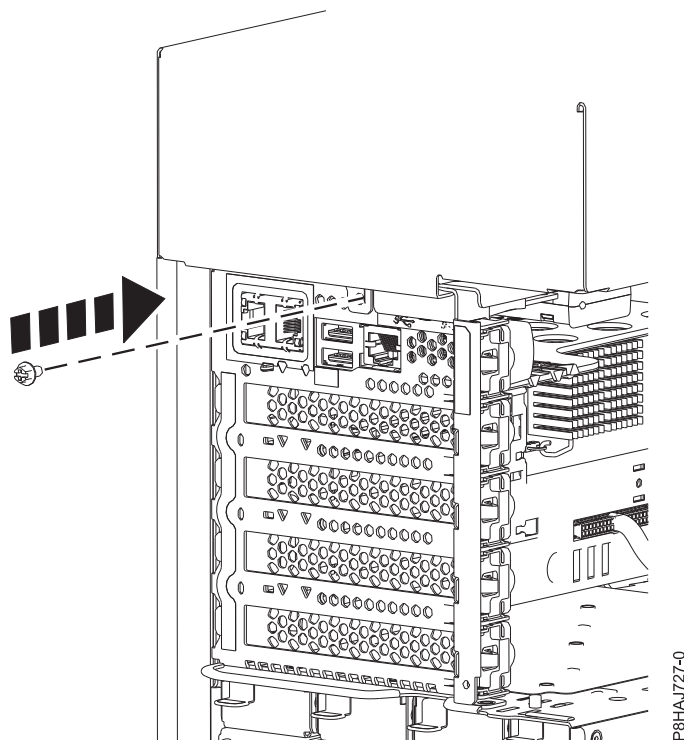

図 62. 8286-41A サイド・カバーねじの取り付け
5. プラスのねじ回しを使用して、サイド・カバー後部ねじを取り付けます (79 ページの図 62 を参照)。